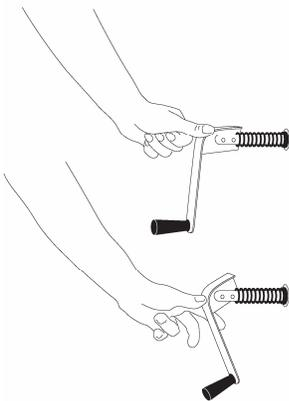

Figure 2.1B
- **Pour ranger une manivelle fixe (Figure 2.1B) :**